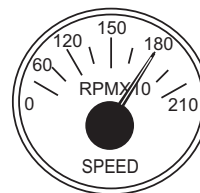

Figure 53. Jauge du tachymètre du moteur
11. La **jauge du tachymètre** (Figure 53) indique la vitesse du moteur en **TR/MIN**. Dans des conditions normales de fonctionnement, cette vitesse est d'environ 1 800 tr/min.